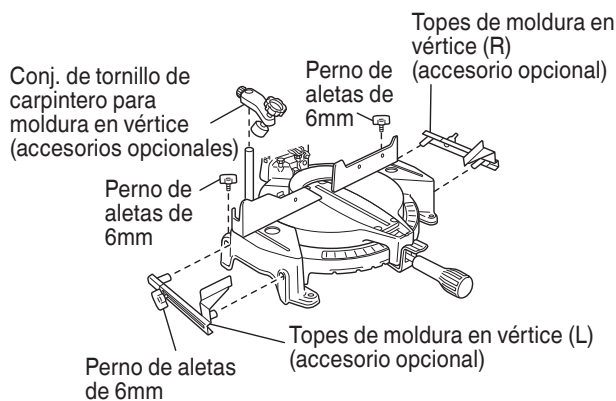

Fig. 24-a
- (2) La prensa de tornillo de moldeado de la corona (B) (accesorio opcional) puede ser montada en el lado izquierdo o derecho del tope. Es posible combinar con la inclinación de la moldura en vértice, pudiéndose presionar el conj. de tornillo de carpintero hacia abajo. Luego gire la perilla superior, según se requiera para que la moldura en vértice quede fijada en su lugar. Para levantar o bajar el conjunto de tornillo de carpintero, afloje primero el perno de perilla de 6mm. Después de ajustar la altura, apriete firmemente el perno de aletas de 6mm; luego gire la perilla superior, según se requiera, para que la moldura en vértice quede fijada firmemente en su lugar. (Consulte la Fig. 24-b)